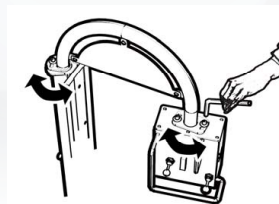

Рис.5
- При необходимости оператор может установить пульт управления в удобное ему положение (см. Рис. 5).